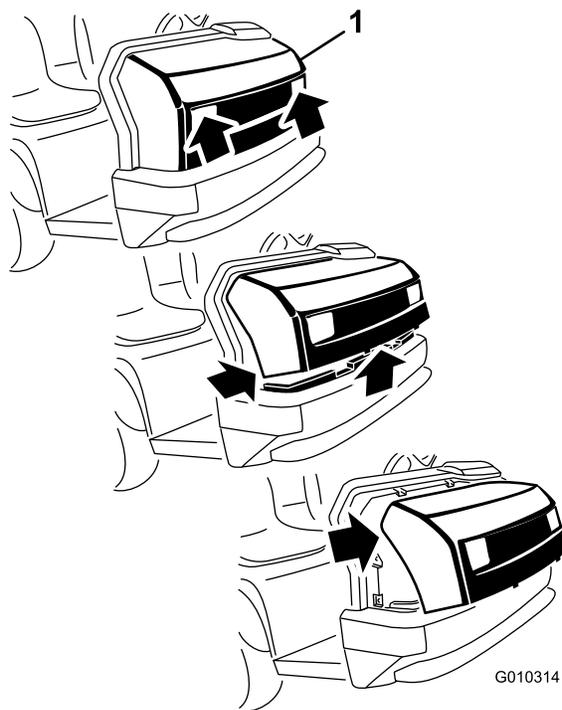

Figura 38
2. Incline a parte inferior do capot para cima até ser possível retirar as patilhas de montagem superiores das ranhuras da estrutura (Figura 38).
3. Desloque a parte superior do capot para a frente e desligue os conectores de fios dos faróis (Figura 38).
1. Segurando firmemente no capot pelas aberturas dos faróis, eleve o capot para soltar as patilhas de montagem inferiores das ranhuras da estrutura (Figura 38).